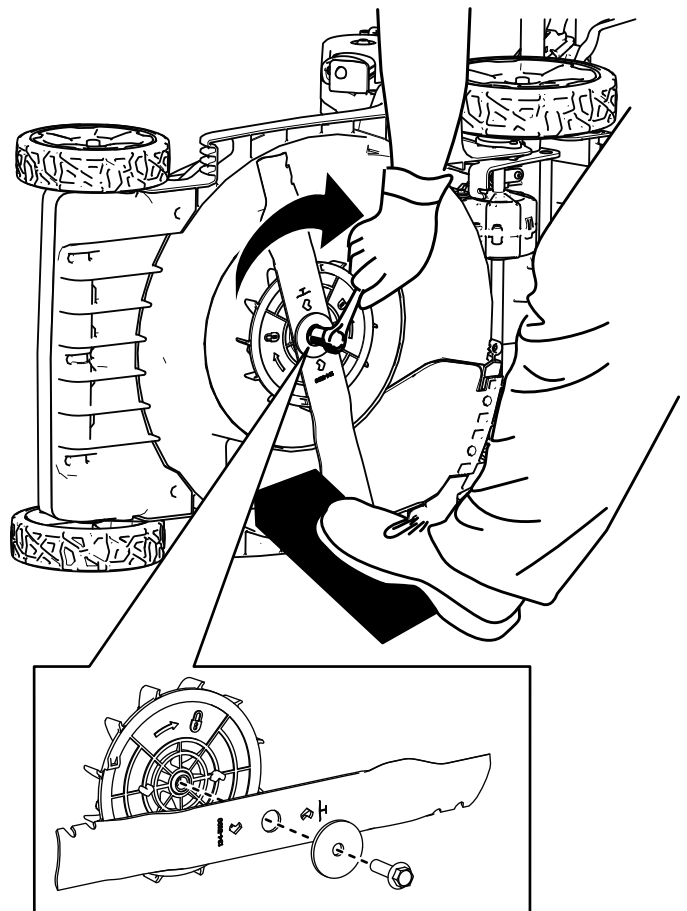

Figure 25
4. Montez la nouvelle lame, la rondelle et le boulon de lame (Figure 25).